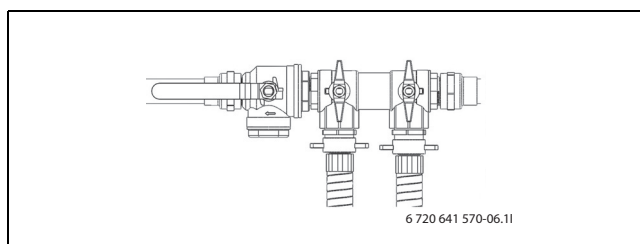

Bild 17 Påfyllnadssat i påfyllningsläge
- ▶ Vrid ventilerna på påfyllnadsatsen så att de står i påfyllningsläge (→ Bild 17).